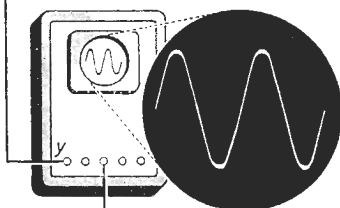

Fig. 79b
- Regel de X -snelheid en de Y -versterking van de oscilloscoop tot de afbeelding volgens fig. 79b zichtbaar wordt. Meet de periodetijd van de trilling.